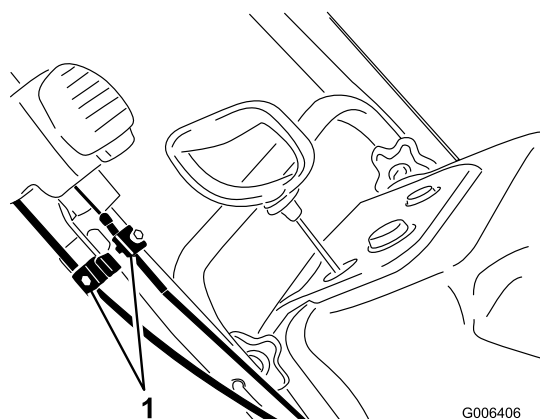

Figure 31
1. Desserrez les serre-câble des deux câbles de commande Quick Shoot (Figure 31).